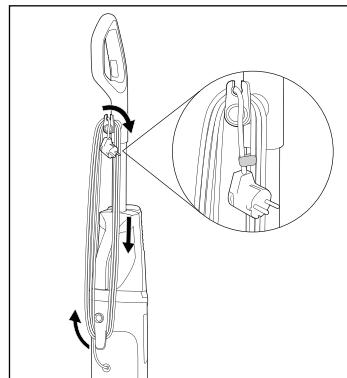

Abb. 44
- ♦ Wickeln Sie das Netzkabel **17** vollständig um die beiden Kabelhalter oben und unten **16/20** (siehe Abb. 44).